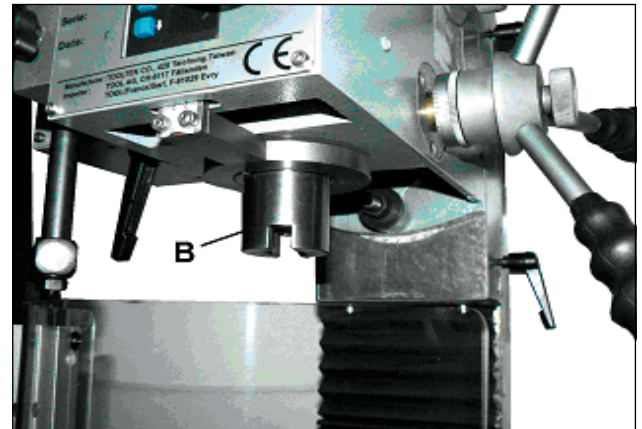
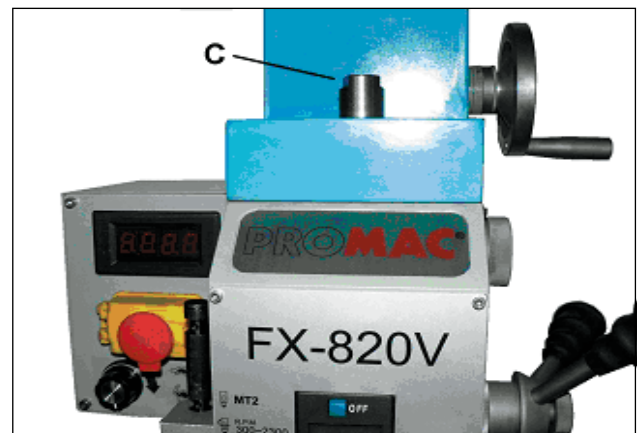

Fig. 15
Fig. 16
3. Die Spindel (B, Fig. 15) festhalten, die Spannschraube (C, Fig.16) mit einem Gabelschlüssel lösen.